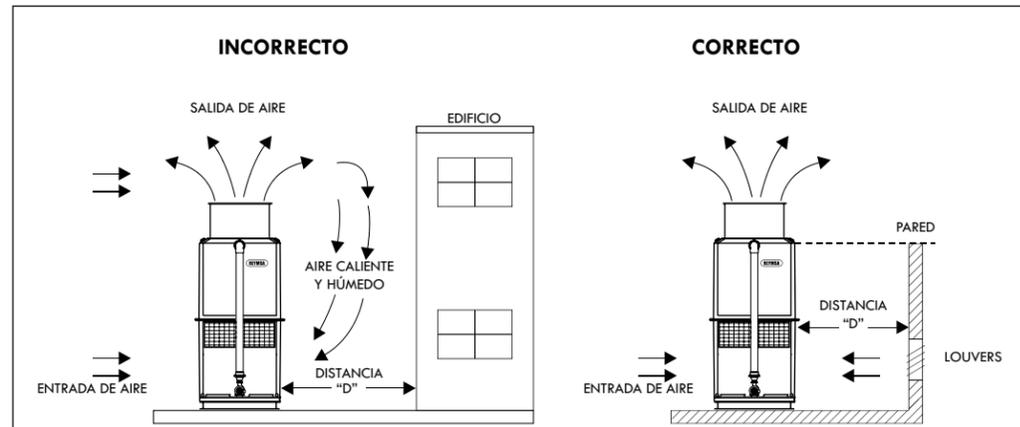

Figura A-2: Recirculación
- Coloque la torre de enfriamiento en una ubicación que tenga la menor cantidad de obstrucciones posibles en toda su área para asegurar una entrada de aire adecuada. Es recomendable que la parte superior de la torre esté más arriba que el techo de cualquier construcción cercana. Esto disminuye la posibilidad de que el aire húmedo descargado vuelva a ser reciclado por la torre. (Ver Figura A-2).